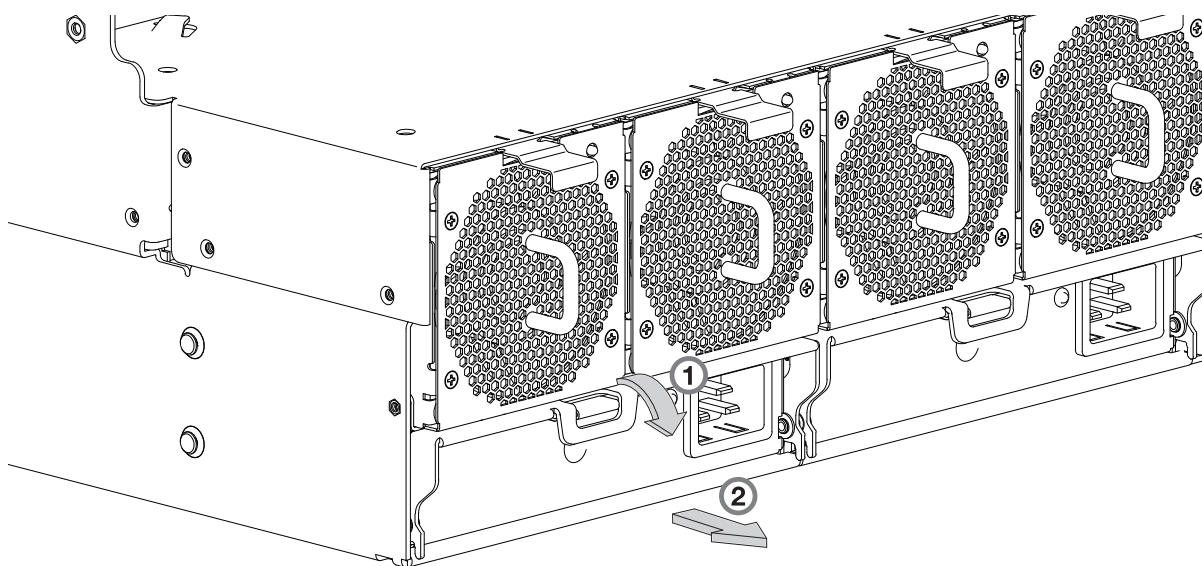
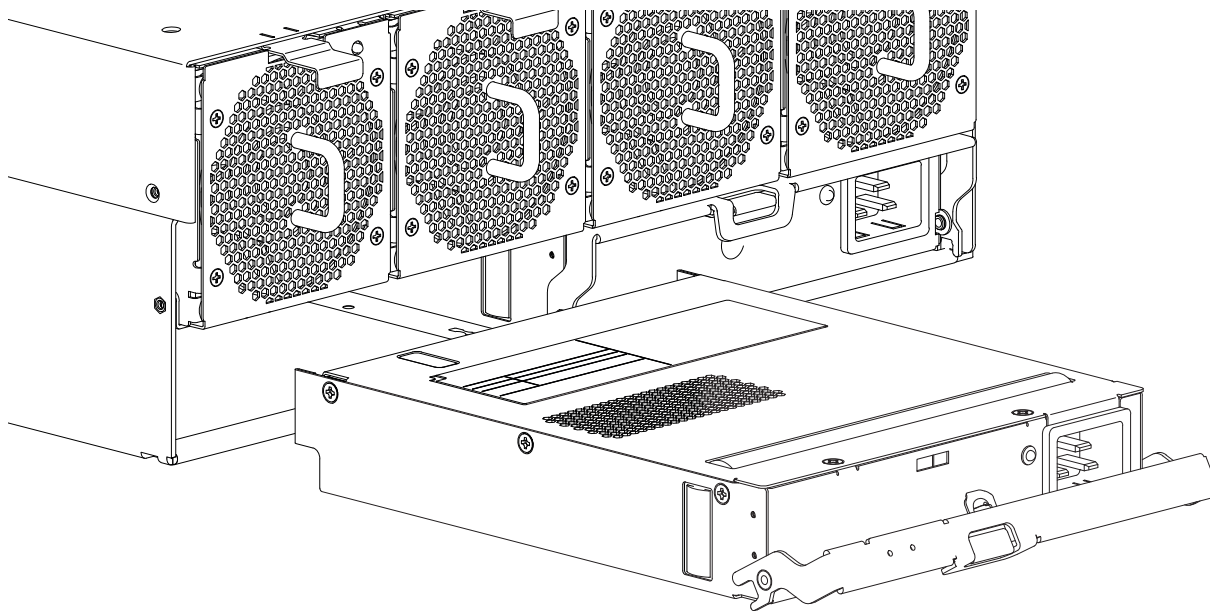

Figure 62. Retrait d'une unité d'alimentation électrique (1 sur 2)
Figure 63. Retrait d'une unité d'alimentation électrique (2 sur 2)
Faites basculer la poignée vers le bas pour retirer l'unité d'alimentation électrique du boîtier en faisant levier, comme illustré à la figure 62.
8. Serrez la poignée et retirez l'unité d'alimentation électrique du boîtier en prenant soin de tenir le module par sa base avec les deux mains, comme illustré à la figure 63, à la page 77.
Reportez-vous à la figure 62, à la page 76 et à la figure 63 au cours de cette procédure, mais ignorez la flèche directionnelle plutôt que de la retirer car vous allez insérer le module dans son emplacement.